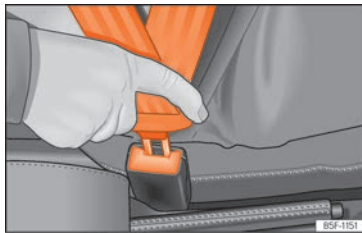

Fig. 9 Inserir la llengüeta del cinturó de seguretat en el seu tancament.
- Encasteu la llengüeta en el tancament del seient corresponent » fig. 9.